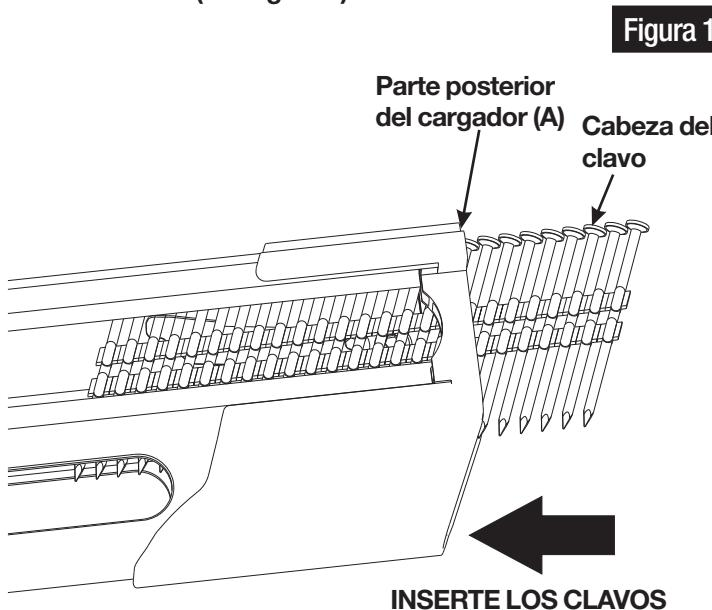
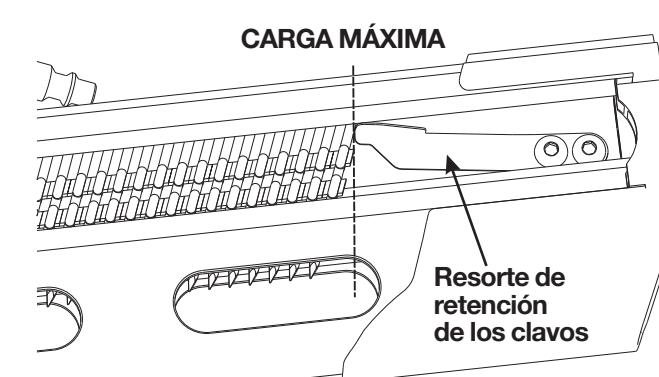

Figura 1
Figura 2
- Coloque el listón de sujetadores en la parte posterior del cargador (A). Asegúrese de que los sujetadores apunten hacia abajo. (Vea figura 1 & figura 2)